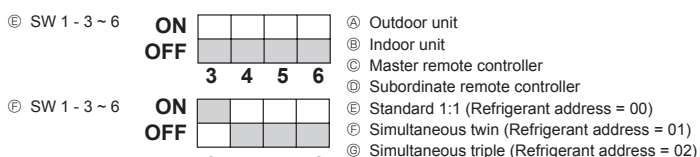

Fig. 9-1
9. System control (Fig. 9-1)
9. Управление системой (Fig. 9-1)12